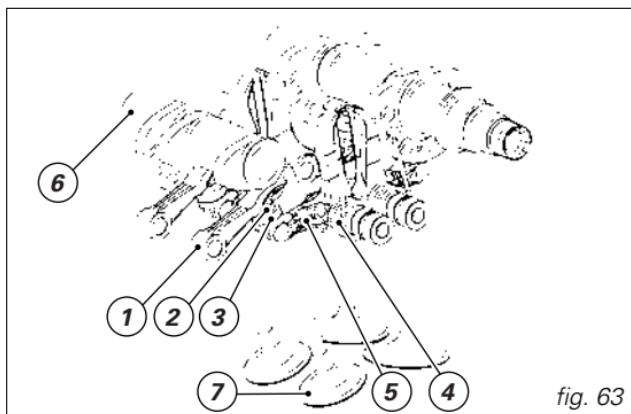

fig. 63
**Schema distribuzione desmodromica (fig. 63)**